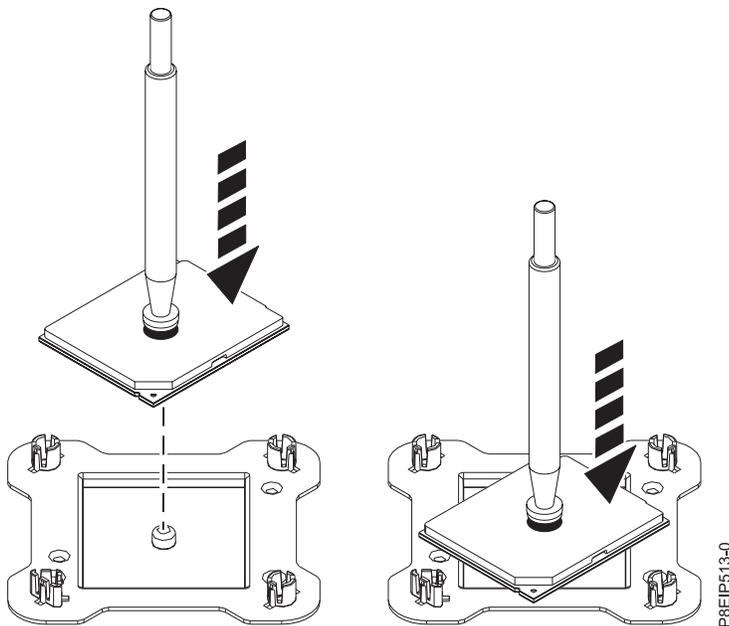

Abbildung 51. Prozessor um 45 Grad gedreht auf der oberen Abdeckung der Verpackung platzieren
9. Halten Sie den Vakuurstift und heben Sie den Stift und das Systemprozessormodul vom Socket. Platzieren Sie sie um 45 Grad gedreht auf der oberen Abdeckung der Verpackung des Systemprozessormoduls (siehe Abb. 51). Wenn Sie das Systemprozessormodul um 45 Grad gedreht auf der oberen Abdeckung der Verpackung des Systemprozessormoduls platzieren, ist es nach Austausch des Systemprozessormoduls einfacher, den Stift und das Modul wieder aufzunehmen und in der Verpackung zu platzieren.